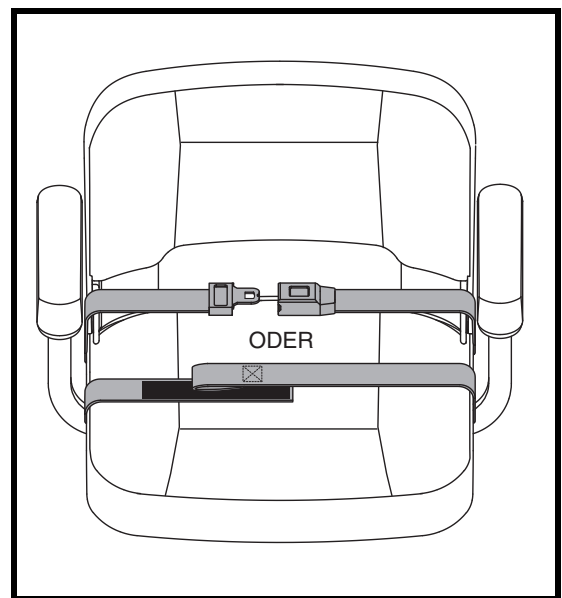

Abb. 19. Rückhaltegurte-Rückhaltegurt mit Schloss oder Rückhaltegurt mit Klettverschluss
1. Schloßzunge in das Schloßteil stecken, bis der Schnellverschluß hörbar einrastet. **Siehe Abb. 19.**
1. Führen Sie die beiden Enden des Gurts zusammen, so dass die eine Seite des Klettverschlusses, an der sich die Schlaufen befinden, direkt über der raueren Seite mit den Widerhaken liegt. Zum Sichern fest zusammendrücken. **Siehe Abb. 19.**